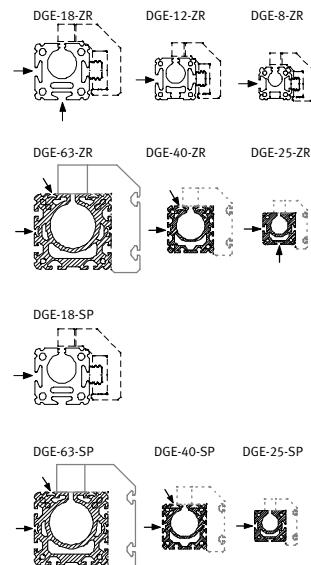

Fig. 37
- Use las ranuras como se muestra en la Fig. 37.